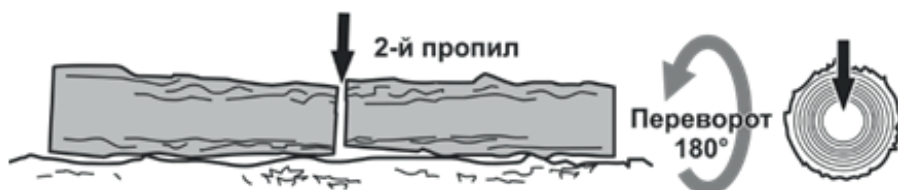

Рисунок 12. Схема остаточного розпилу колоди з протилежного боку.
2. Перевернути колоду і розпиляти її з протилежного боку (рис. 12).